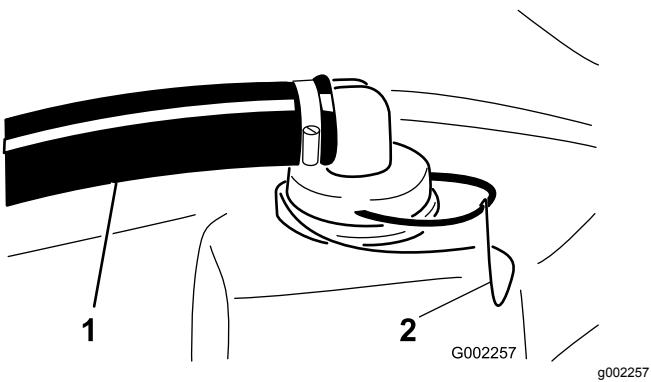

Figure 41
2. Au sommet de la cuve du pulvérisateur, retirez l'étrier qui fixe le raccord de flexible sur le grand flexible et le logement de la crépine (Figure 41).
| 3. Retirez le flexible et le raccord du logement de la crépine (Figure 41). | |